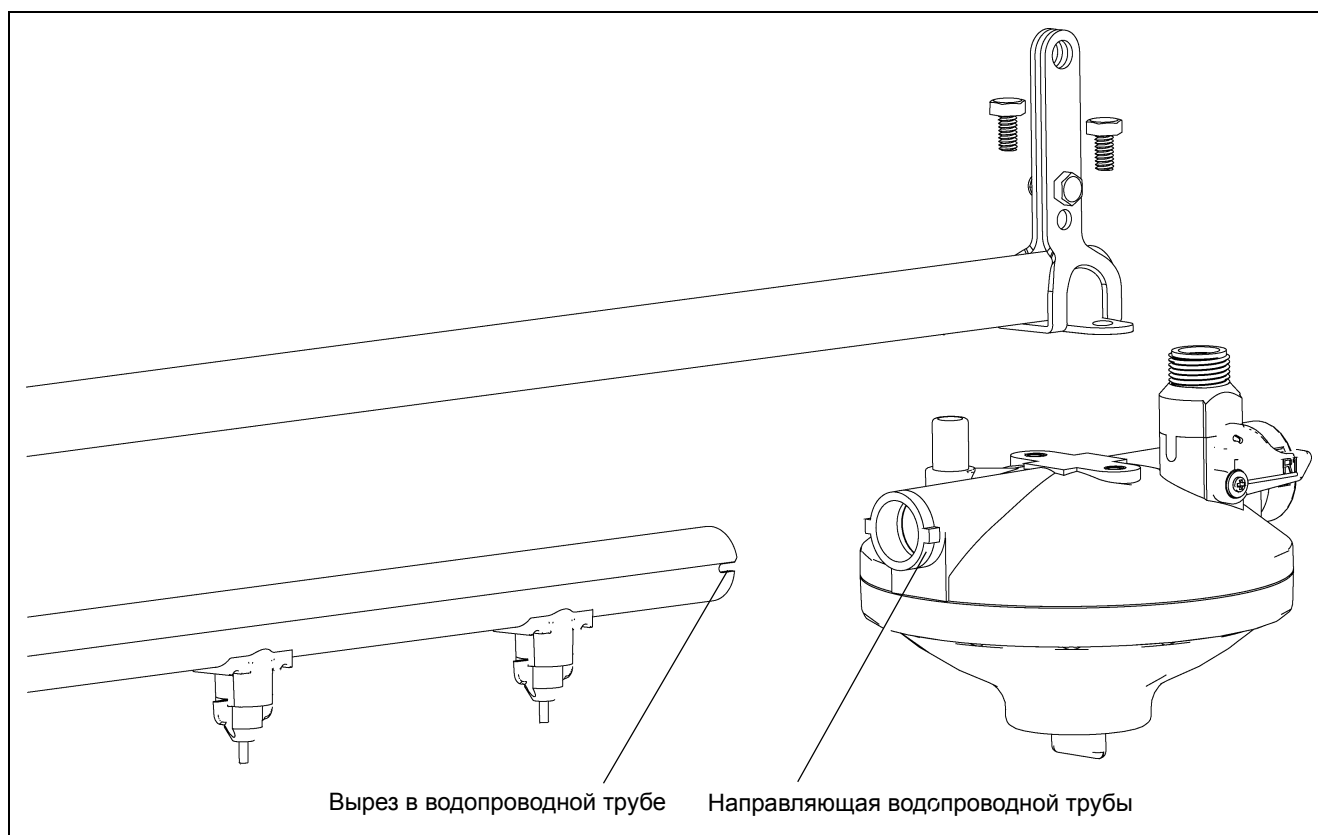

Рисунок 6Е
2. Вставьте водопроводную трубу в регулятор и совместите вырезы в трубе с направляющими регулятора, как показано на Рисунок 6Е. **ПРИМЕЧАНИЕ:** Рекомендуется установить клапаны поилки на водопроводные трубы до начала монтажа системы на месте, чтобы не допустить попадания мусора в водопроводную систему. (См. раздел "Клапан поилки" на стр. 30.)